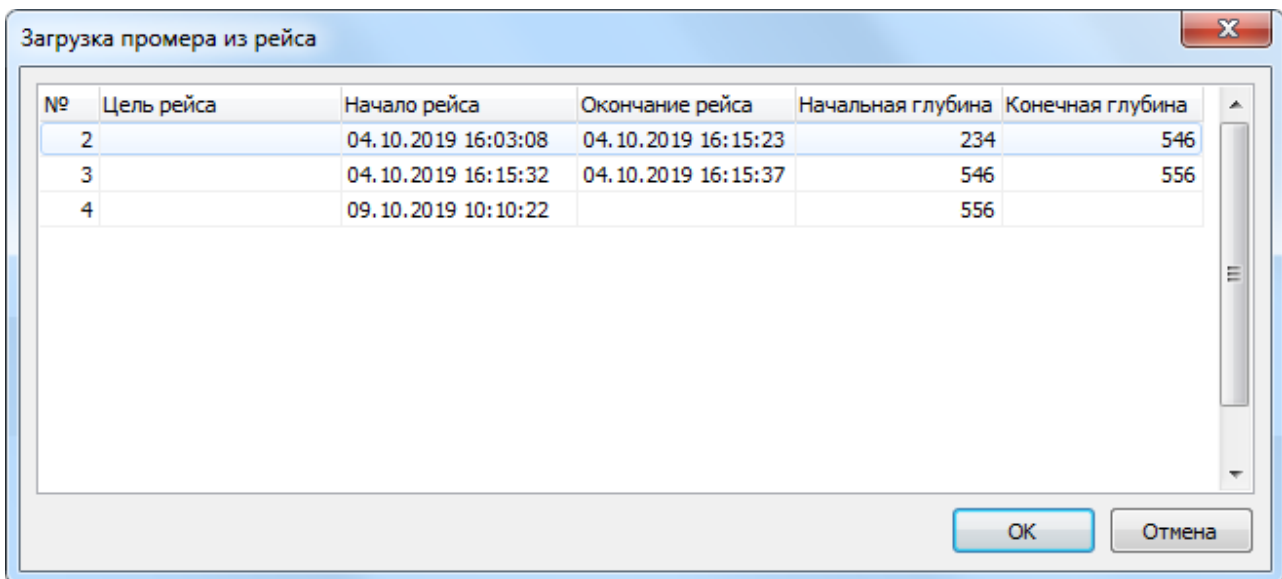

Рисунок 97. Загрузка промера из заданного рейса
2. В открывшемся диалоге (Рис. 97) укажите при помощи мыши или клавиатуры рейс, из которого будет загружен промер, и нажмите кнопку **OK** (или дважды нажмите левую кнопку мыши на нужном рейсе) для его выбора.